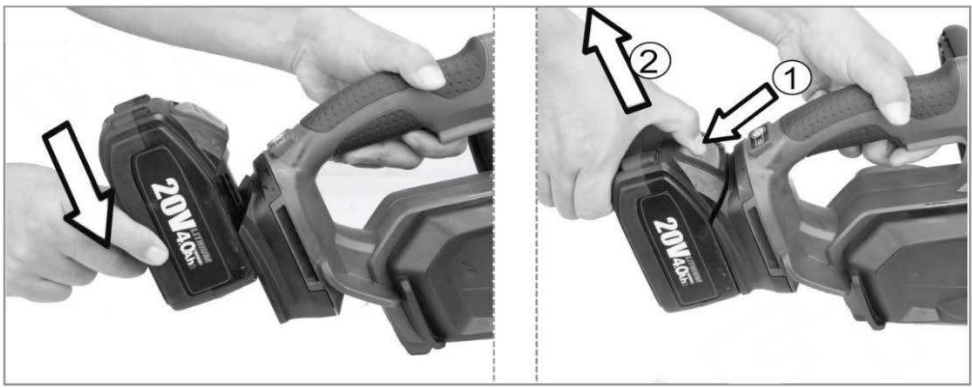

Рисунок 5
### 3.4 Під'єднання/від'єднання акумуляторної батареї (не входить в комплект постачання і продається окремо!) (дивіться рисунок 5)
3.4.2 Для від'єднання батареї необхідно натиснути на кнопку розблокування (дія 1, рисунок 5) і витягнути батарею з напрямної (дія 2, рисунок 5).